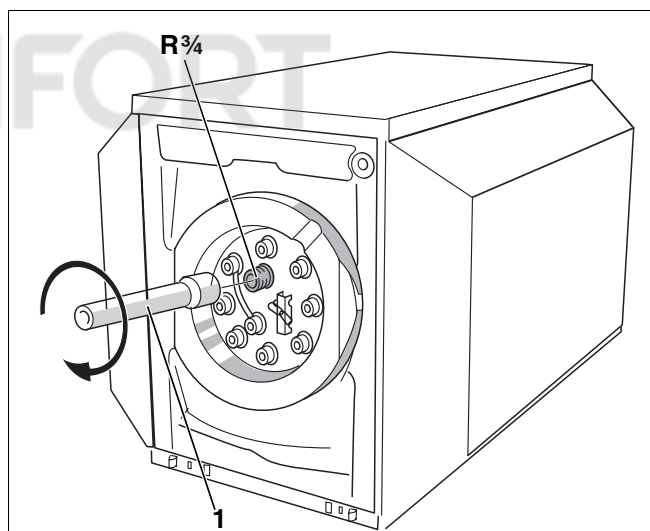

Рис. 6 Установка трубы для транспортировки (передняя сторона бака)
- Изготовить трубу для транспортировки (рис. 6, поз. 1) с муфтой Rp^s.